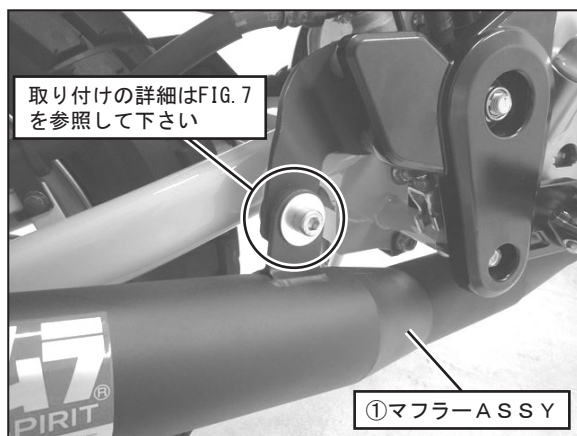

FIG. 6
6. ③キャップボルトM8×30、④平ワッシャM8×26、⑤フランジナットM8を使用して、①マフラーASSYを②サイレンサーステーに仮締めして下さい。（FIG. 6, 7 参照）